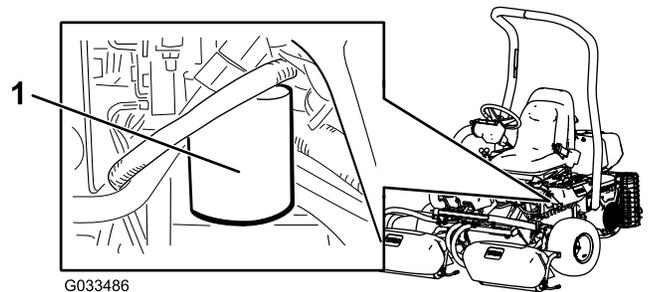

Рисунок 51
2. Отверните болты, которые крепят плоскую крышку к регулируемому подъемному цилиндру, от опорных кронштейнов ходовой части (Рисунок 51).
1. Очистите зону вокруг места крепления левого фильтра (Рисунок 51). Поместите поддон под фильтр, а затем снимите фильтр.